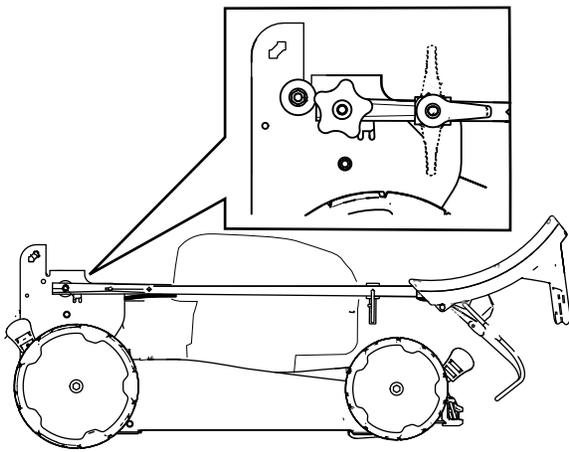

Рисунок 22
4. Сложите рукоятку вперед до упора, как это показано на Рисунок 22.